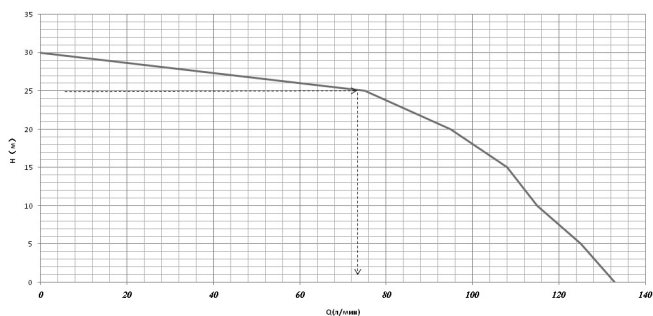

Рис. 18 График зависимости производительности Q мотопомпы от высоты подъема (H)
- График зависимости производительности мотопомпы от высоты подъема  $H_p$  (Рис. 18).
4. На графике зависимости высоты подъема от производительности мотопомпы (Рис.18) находим величину расхода, она составляет примерно 83 л/мин или 5 м3/час.